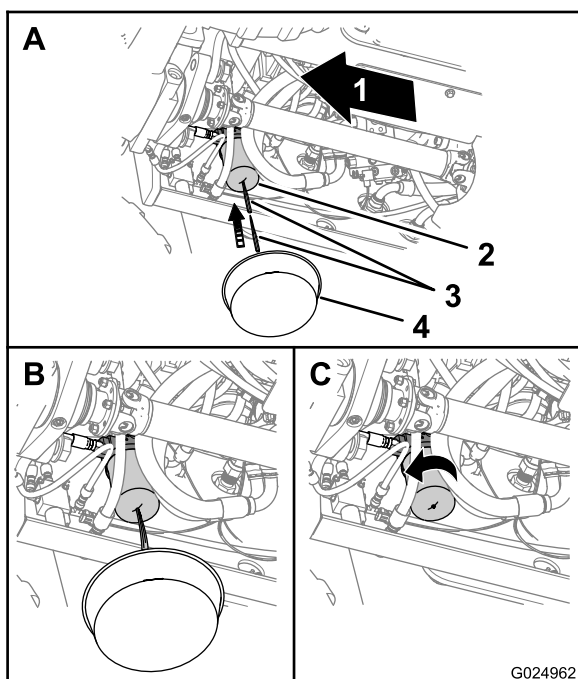

Figura 1
1. Collocate una bacinella di spurgo sotto il filtro dell'olio della trasmissione (Figura 1).
2. Punzionate la base del filtro della trasmissione e lasciate defluire il fluido idraulico restante nella bacinella di spurgo (Figura 1).
3. Togliete il filtro della trasmissione con una chiave per filtri e scartatelo (Figura 1).
6. Montate il nuovo filtro a mano e serrate il filtro da mezzo a tre quarti di giro dopo che il filtro entra in contatto con la relativa testa (Figura 1).